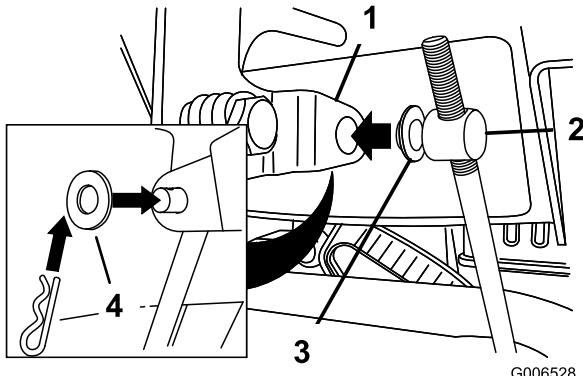

Figure 6
3. Placez une rondelle plate sur le tourillon (Figure 6).
6. Tirez la tige de commande de vitesse et insérez le tourillon dans le trou du levier sélecteur de vitesses (Figure 6).
D. Remettez le tourillon sur le sélecteur de vitesses (Figure 6).
B. Retirez le tourillon du sélecteur de vitesses (Figure 6).
C. Tournez le tourillon vers le haut (sens antihoraire) sur la tige de commande de vitesse (Figure 6).
- B. Retirez le tourillon du sélecteur de vitesses (Figure 6).
- C. Tournez le tourillon vers le bas (sens horaire) sur la tige de commande de vitesse (Figure 6).